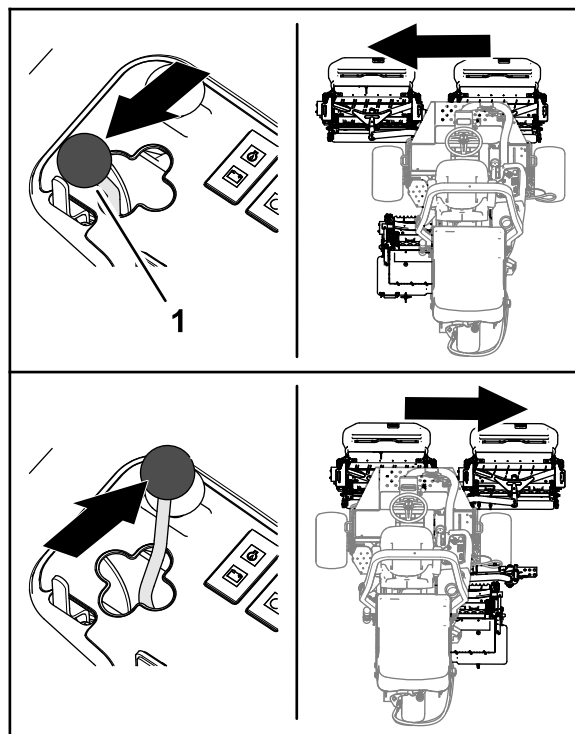

Рисунок 47
2. Переведите рычаг перемещения режущего блока влево или вправо, чтобы переместить режущие блоки влево или вправо (Рисунок 47).